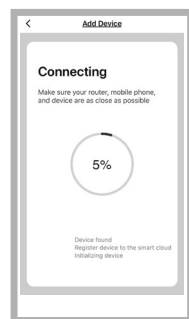

Fig. 9
6. Va începe procesul de setare, care poate dura ceva timp. (fig. 9)
- În timpul încercării de conectare la aparat (fig. 9) încercați să vă conectați manual la rețeaua Wi-Fi a acestuia.